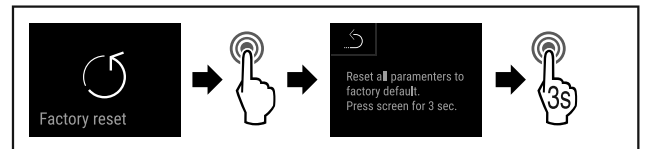

Fig. 163
- ▶ Suivre les étapes (voir Fig. 163) .